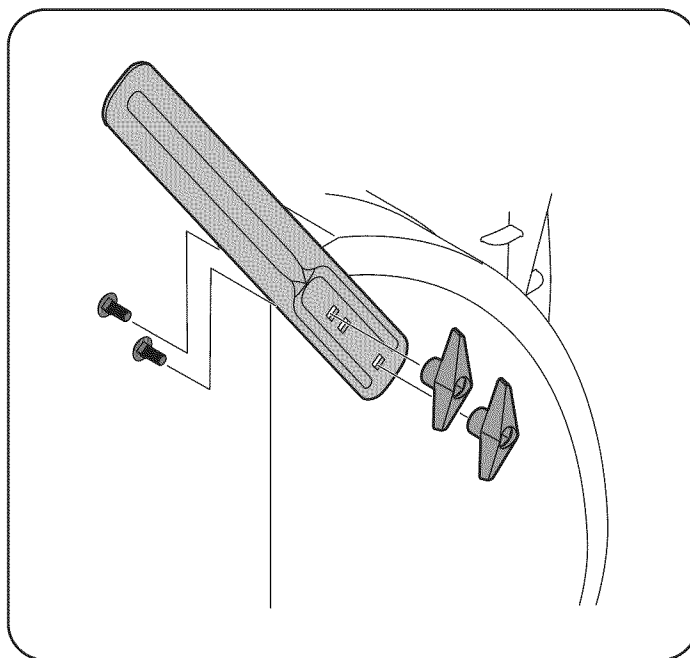

Figura 15
3. Acople los cortadores de desplazamiento de nieve con los tornillos y los pomos de mariposa en el exterior de la caja de la barrena como se muestra en la Figura 15.